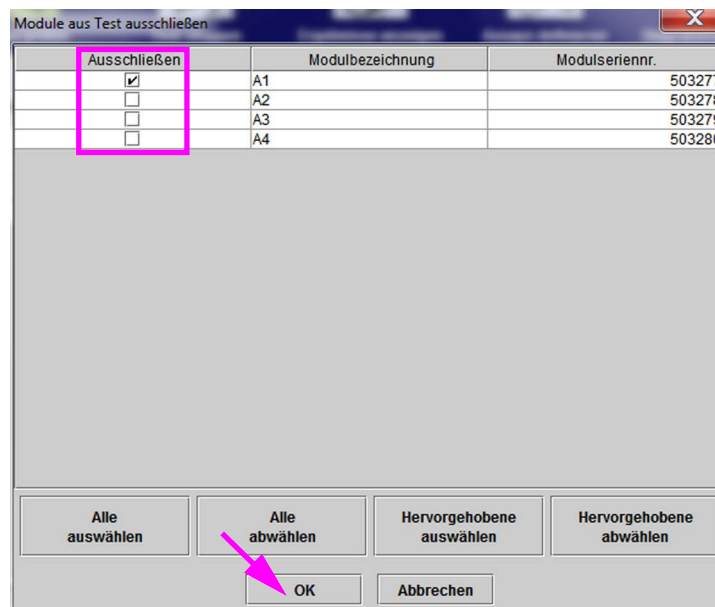

Abbildung 9-37. Dialogfeld „Module aus Test ausschließen“
2. Klicken Sie in der Menüleiste auf **Wartung** und wählen Sie **Module aus Test ausschließen**. Daraufhin erscheint das Dialogfeld „Module aus Test ausschließen“. Siehe Abbildung 9-37.
4. Klicken Sie auf die Schaltfläche **OK**, um die Änderungen im Dialogfeld „Module aus Test ausschließen“ zu speichern (vgl. Abbildung 9-37).